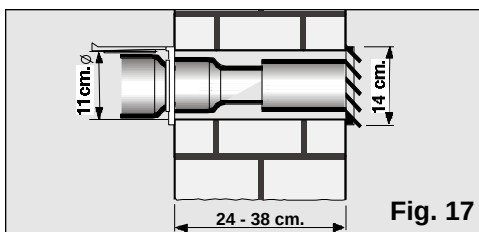

Fig. 17
- ☐ Skal man drive varmluften ut gjennom vegg, må det lages et hull i denne for innlegging av vegg-gjennomføringen, **Fig. 17.**